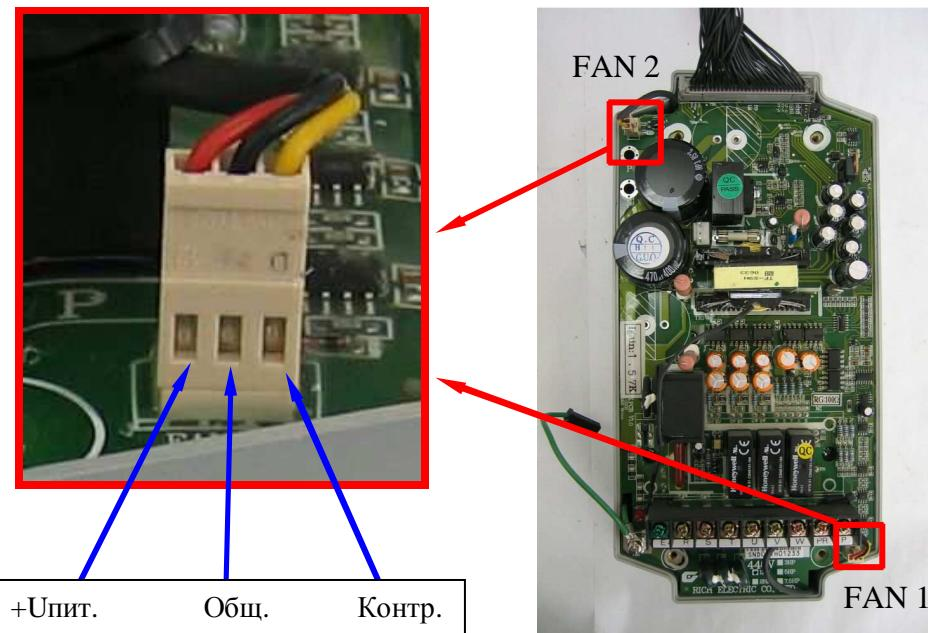

Рис. 4.12. Диагностика вентиляторов.
4.7.3. Измерить напряжение на разъёме FAN 1 между выводами Общ. и Контр. (см. рис. 4.12). У исправного вентилятора напряжение должно составлять менее 1 В. Если напряжение составляет 13...18 В - вентилятор считается неисправным и подлежит замене. Повторить измерение напряжения на разъеме FAN 2.
4.7.4. Если при подаче команды «Пуск» двигателя вентиляторы не врашаются, необходимо отсоединить разъемы вентиляторов от платы драйверов и проверить их вращение, подав напряжение =24 В от источника питания (п.3.4.2) между контактами +Упит и Общ. (рис.4.12). При отсутствии вращения – вентиляторы заменить.